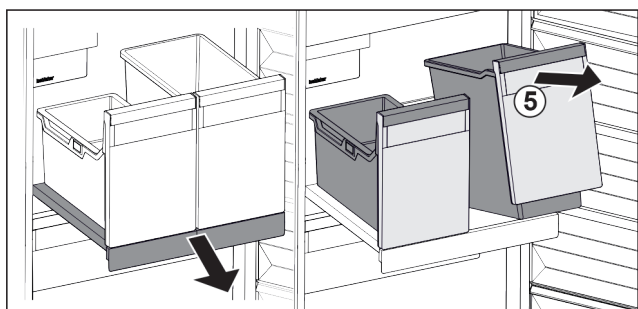

Fig. 33
- ▶ Sollevare il contenitore Fig. 33 (5) dal lato anteriore.